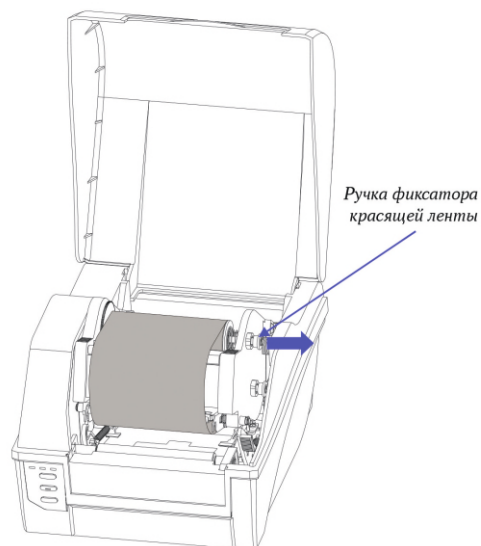

Рисунок 2-9 Размещение сердечника на лентопротяжном механизме
7. Потяните ручку разблокировки отсека приема ленты наружу и загрузите сердечник в отсек для лентопротяжного механизма, см. Рисунок 2-9.